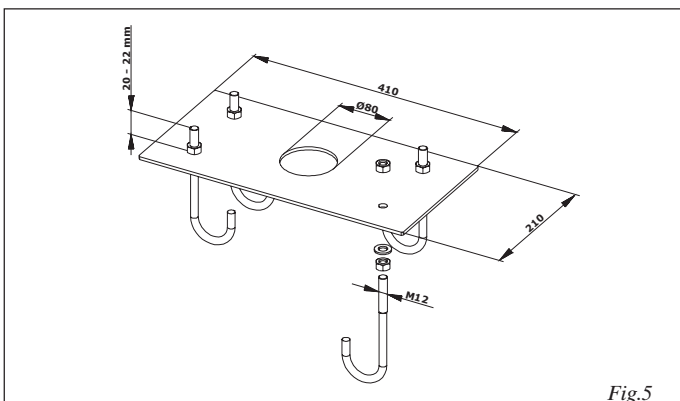

Fig.5
- Die Grundplatte laut Abb. 5 montieren.